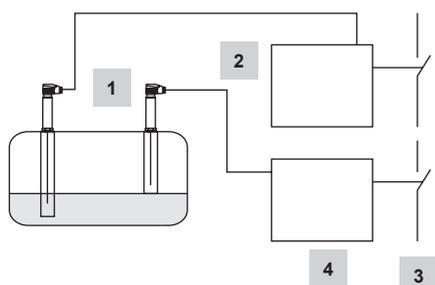

Fig. 9
- Fig. 9** Combinação consistindo de 1 sonda de nível LP40 e 1 chave de nível LCS3050 como limitadora de nível de água e 1 sonda de nível LP40/1 chave de nível LCS3050 como primeiro alarme de nível baixo. Segurança funcional IEC 61508, SIL 3. Aplicações adicionais de acordo com conjuntos de regulações nacionais